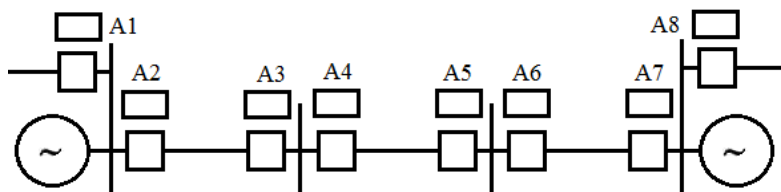

Рис. 3.1
1. В сети, показанной на рис. 3.1, установлена максимальная токовая направленная защита. Какие из защит A1–A6 имеют максимальную выдержку времени?
6. В сети, показанной на рис. 3.1, установлена максимальная токовая направленная защита. Какие из защит А1–А8 могут быть выполнены без реле направления мощности?
18. В сети, показанной на рис. 3.1, защита отключила КЗ на линии АБ, но при этом произошло приваривание контактов реле направления мощности в комплекте защиты А3, что осталось незамеченным персоналом. После ремонта линии АБ она была включена. Какой недостаток имеет теперь защита?
25. В сети, показанной на рис. 3.1, установлены максимальные токовые направленные защиты, имеющие следующие выдержки времени: t_1 – у защиты А1, t_2 – у защиты А2 и т.д. Выключатели имеют время отключения $t_{об}$. Каково будет поведение защит при КЗ на линии АБ в мертвой зоне реле направления мощности защиты А3?